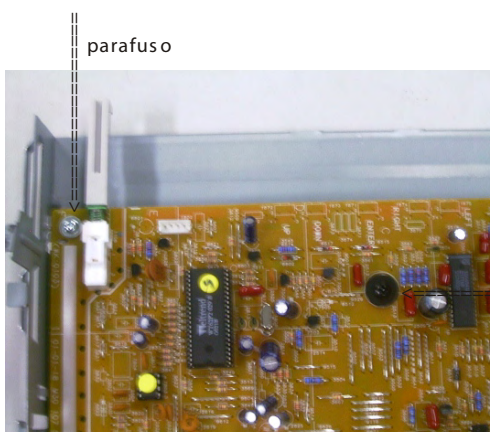

Fig. 17
- Remova 2 parafusos do painel principal como mostrado na fig. 17.